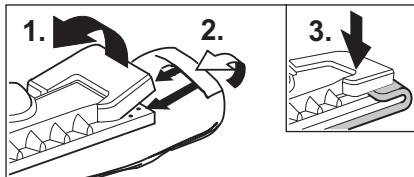

Fig. 11 : fixation de la serpillière
- Fixez la serpillière (H3) sur la buse pour sol (H1). Pliez pour ce faire la serpillière dans le sens de la longueur et posez la buse pour sol dessus. Tirez l'une après l'autre les extrémités dépassant de la serpillière sous les agrafes de retenue (H2) (voir fig. 11).